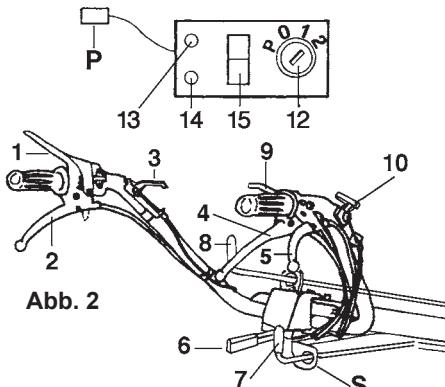

Abb. 2
BEDIENUNGSELEMENTE (Abb. 2)
Zum Einlegen der Gänge den Hebel 8 bedienen (Abb. 2).
Die unabhängige Zapfwelle wird über den Hebel 7 (Abb. 2) gesteuert.
Die Einachsschlepper sind serienmäßig mit Differential mit entsprechender Sperre ausgerüstet. Die Sperrung des Differentials wird durch die Bedienung des Hebels 3 (Abb. 2) auf der rechten Seite der Lensäule erreicht.
LENKHOLME (Abb. 2)
- Nehmen Sie den Gang heraus (8), und lassen Sie die Zapfwelle ausrasten (7, Abb. 2).
- Lassen Sie den MOTORSTOP-Hebel los (1). Auf diese Art und Weise schaltet sich der Motor ab. Beachten Sie bitte auch die im Motoren-Bedienungs- und Wartungshandbuch beschriebenen Vorgehensweisen.
DES EINACHSSCHLEPPERS (Abb. 2)
BREMSEN DES EINACHSSCHLEPPERS (Abb. 2)